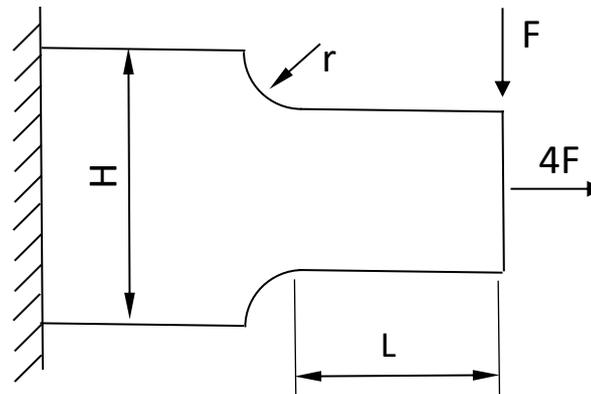

Figura 1.8
1.2.4 Na Figura 1.8 está apresentada uma barra de secção transversal retangular com espessura de 32mm. A barra está encastrada numa das extremidades e solicitada na outra por uma força axial constante $4F$ e por uma força pulsante F . Determina a força F para uma duração da barra à fadiga de 500 mil ciclos. O aço da barra tem $\sigma_R=750\text{MPa}$, $\sigma_c=450\text{MPa}$, foi maquinado e trabalha a temperatura ambiente. Considere uma fiabilidade de $R=50\%$, um $n_f = 1,5$, $H=L=150\text{mm}$ e $r=15\text{mm}$.